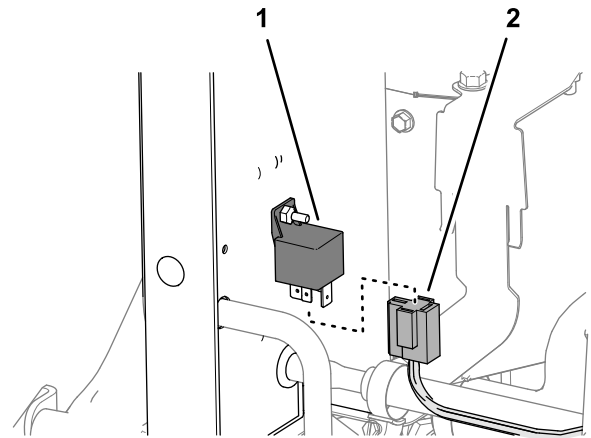

Bild 11
1. Entfernen Sie den 4-poligen Stecker des Maschinenkabelbaums vom Glühkerzenrelais (Bild 11).